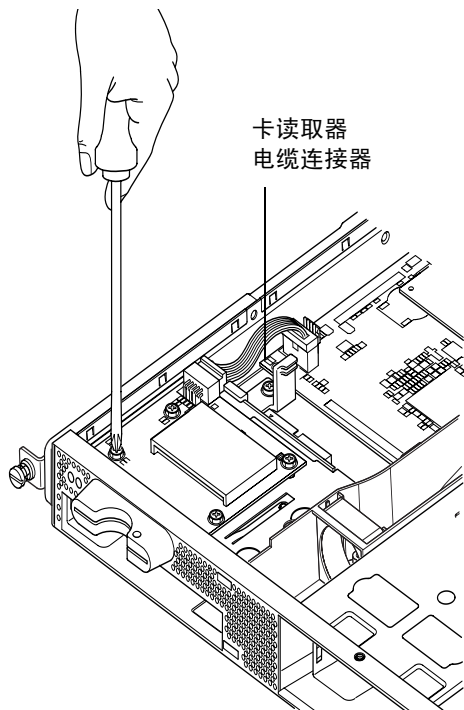

图 11-2 取下系统配置卡读取器
2. 打开服务器并放到 ESD 垫上，戴上正确接地的防静电腕带，从内存卡读取器上取下电源电缆（请参见图 11-2）。
3. 拧下将内存卡读取器底板固定到 CD-ROM 驱动器仓顶部的螺钉（请参见图 11-2）。